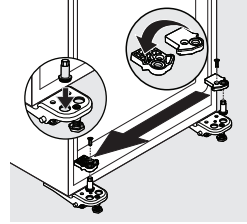

figure 6
12. Insérez l'axe de la charnière inférieure dans le trou gauche de la charnière inférieure gauche (voir figure 6).
13. Inversez l'arrêt de porte. Réinstallez l'arrêt de porte en haut de la charnière inférieure à l'aide de la vis (figure 6).